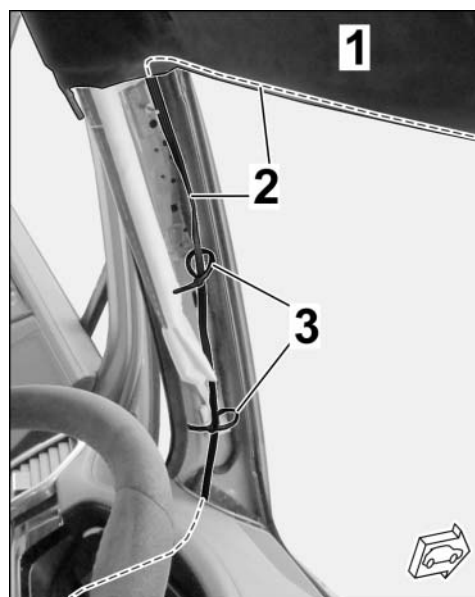

Bild 14
- Dachkonsole → unter Dachverkleidung entlang Rahmen Frontschreibe → linke A-Säule (oben ggf. im Kabelkanal) → entlang A-Säule (⇒ Bild 14) → Sicherungsträger Fußraum (links) → Leitung BK 0,5² → Massebolzen 13 (MB13)